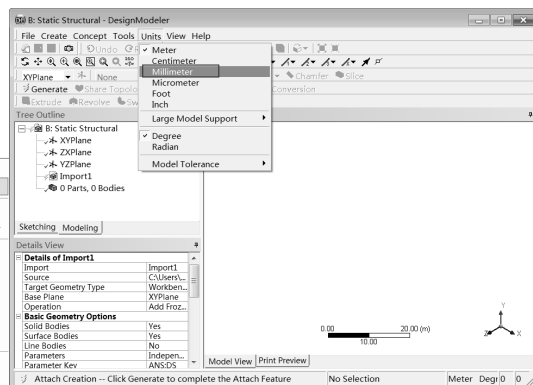

图 19-34 启动 DesignModeler
Step5: 在如图 19-34 所示的 DesignModeler 操作界面里, 可以对模型进行修改等一些操作, 在弹出的“单位设置”对话框中选择 Millimeter 选项, 单击 OK 按钮。